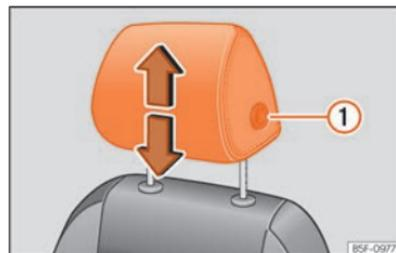
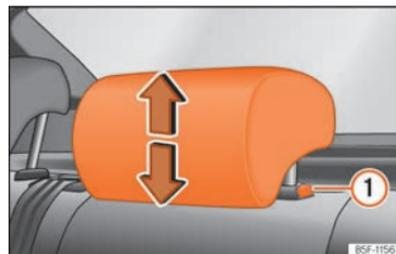

Abb. 75 Vordersitz: Kopfstützeinstellung.
Abb. 76 Kopfstütze hinten: Kopfstützeinstellung.
Sie zum Absenken auf gleiche Weise vor und drücken Sie die seitliche Taste ① »» (Abb. 75) »» (Abb. 76).